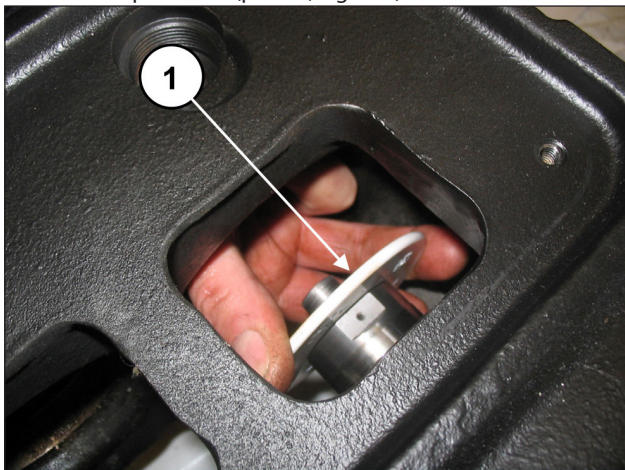

Fig. 116
Extraer de las guías de los pistones las anillas de protección contra las salpicaduras (pos. ①, Fig. 116).